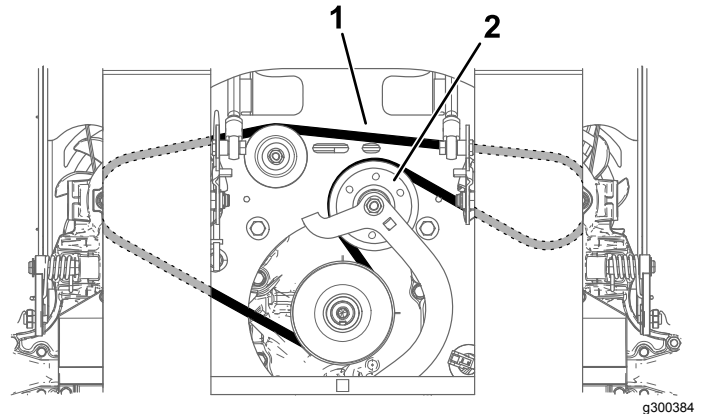

Figure 58
6. Déposez la courroie (Figure 58).
8. Posez la courroie neuve et acheminez-la autour des poulies, comme montré à la Figure 58.